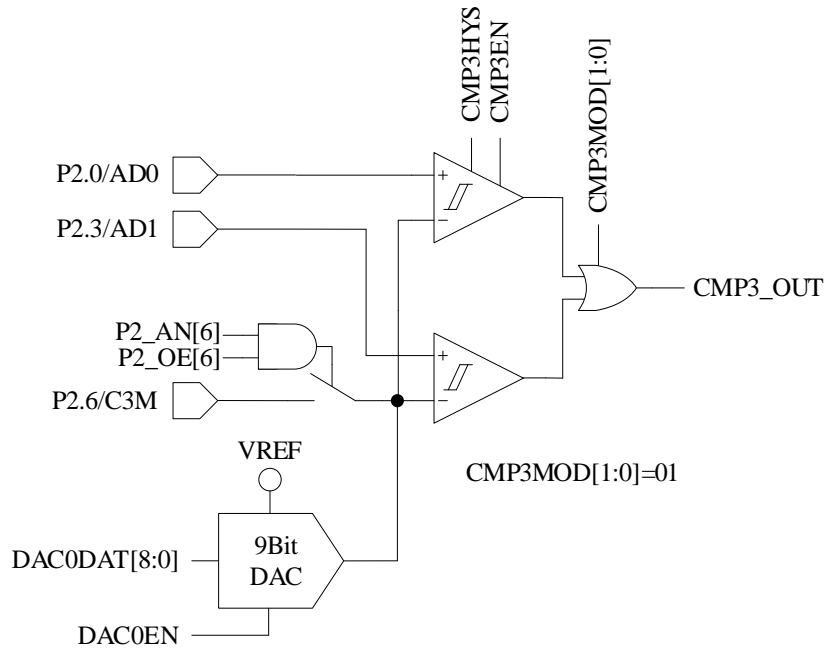

图 28-3 双比较器输入模式
- 配置 CMP_CR1[CMP3MOD] = 01，CMP3 为双比较器输入模式，具体输入输出端口及接法如图 28-3 所示